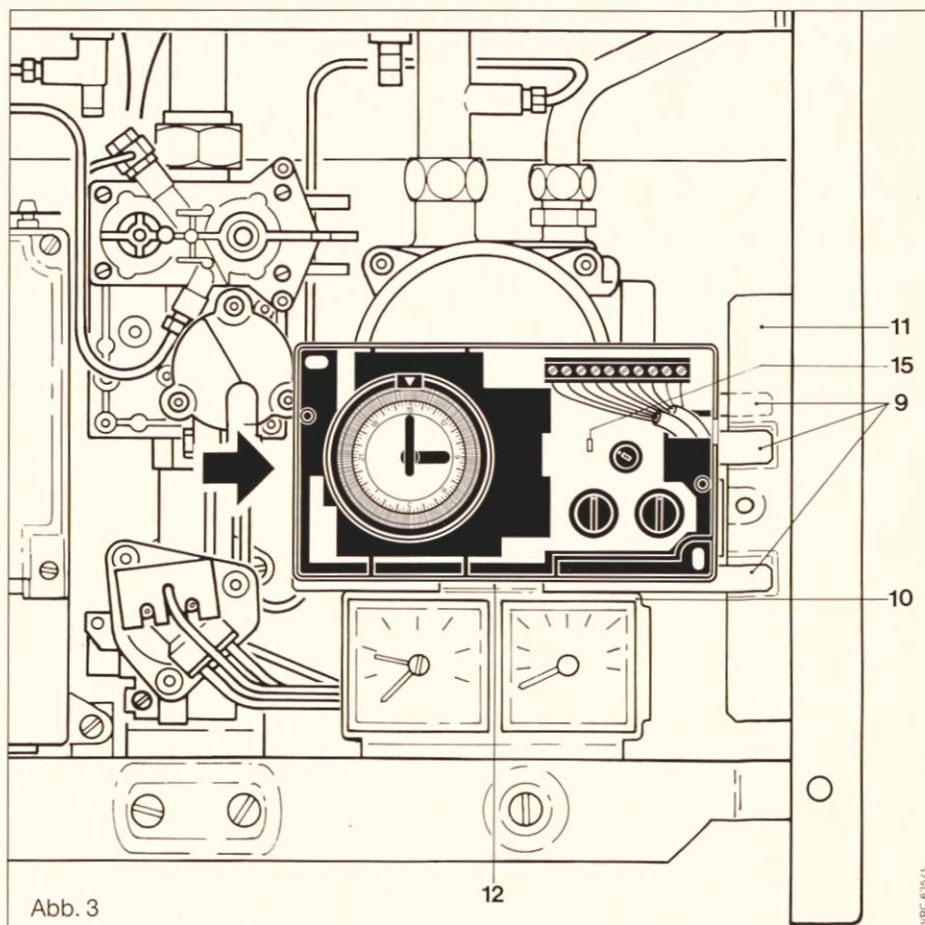

Abb. 3
- Befestigungsplatte (1) mit den Schrauben (2) rückseitig am Centralgerät (3) anschrauben.
- Schraube (4) lösen, Klarsichthaube aufklappen und die beiden Schrauben (5) lösen.
- Frontblende (6) vom Centralgerät abziehen.
- Erforderliche Anschlußkabel – s. Kapitel Elektroinstallation – durch die Kabeleinführung (7) in das Centralgerät verlegen und mit den Zugentlastungen (8) sichern.
- Centralgerät gemäß Abbildung 3 in Vaillant Thermoblock einbauen.
- Centralgerät von links (in Pfeilrichtung) auf den Mano-/Thermometerrahmen (10) aufsetzen.